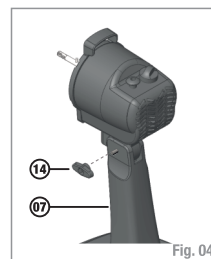

Fig. 04
3. Enroscar a borboleta (14) no parafuso francês (20). Fig. 04.